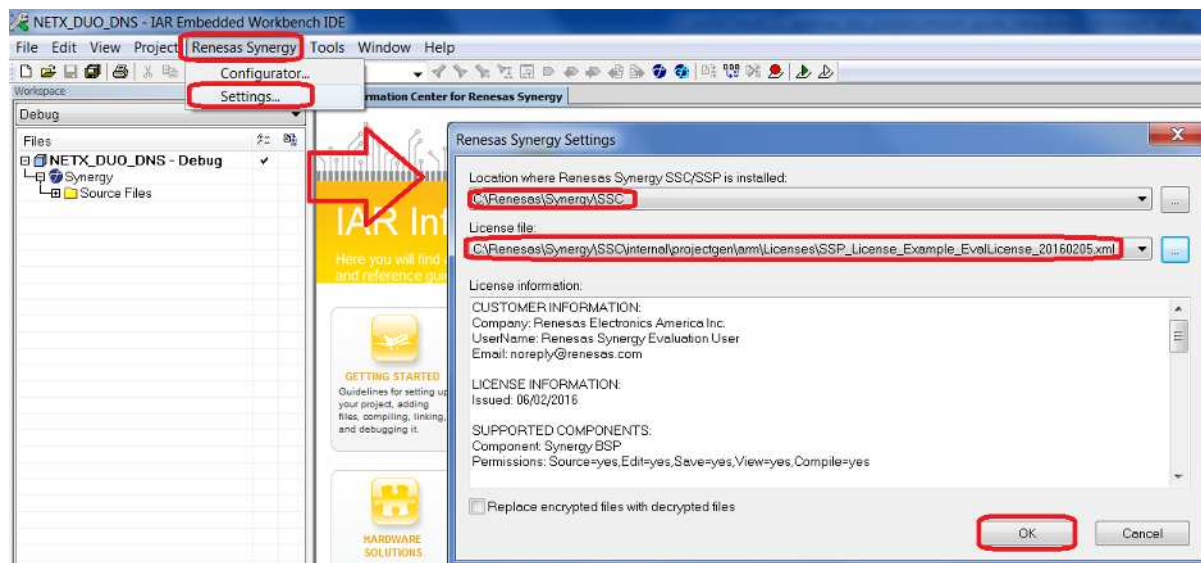

図 1.3 SSC/SSP 設定
1. メニューから **Renesas Synergy > Settings** をクリックしてして **[Renesas Synergy Settings]**を開きます。もしライセンスファイルと SSC/SSP フォルダが既に構成済みである場合は、ライセンスの場所と SSC/SSP の場所は図 1.3 のように表示されます。このように表示された場合は、ステップ 3 に進んでください。